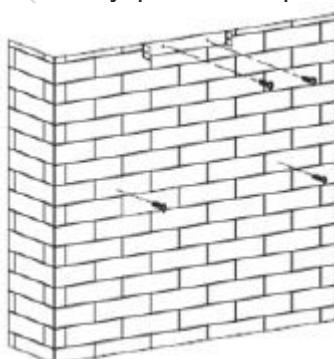
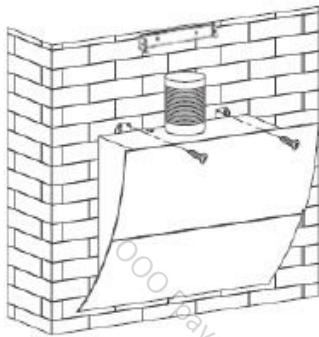

Рисунок 2
Рисунок 5
- Используя дюбели и винты, установите кронштейны для внутреннего короба в надлежащих местах, выровняв их по вертикали и горизонтали (см. рис. 2). Кронштейн для внутреннего короба устанавливается в верхней части внутреннего короба.
4. Закрепите корпус вытяжки на стене с помощью дюбелей и винтов (см. рис. 2 и рис. 5).
7. Отрегулируйте положение вытяжки, зафиксируйте ее винтами (предохранительными винтами) (см. рис. 5).